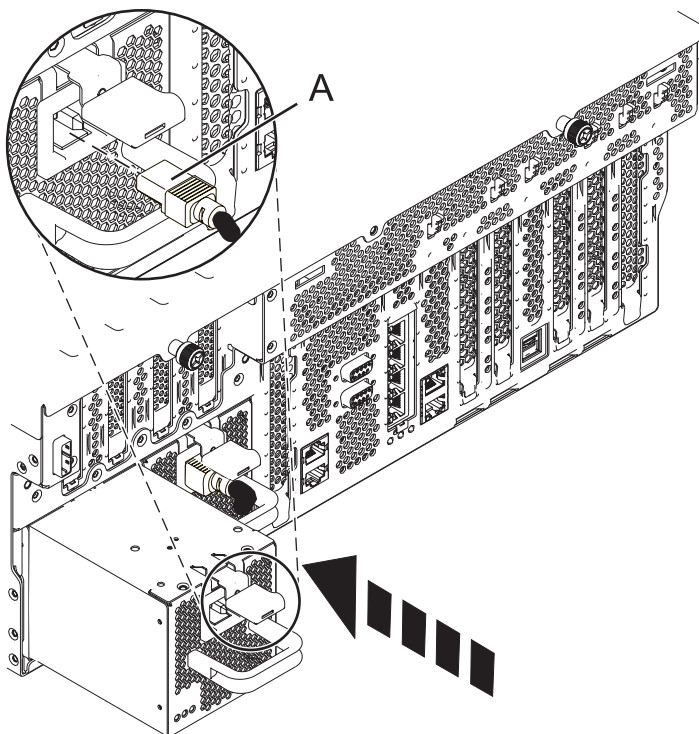

Figure 5. Remplacement d'une alimentation électrique
2. Insérez l'alimentation électrique dans le système jusqu'à ce que le taquet de verrouillage s'emboîte dans son logement comme indiqué à la figure 5.
3. Rebranchez le câble d'alimentation (A) à l'avant du bloc, comme indiqué à la figure 5.